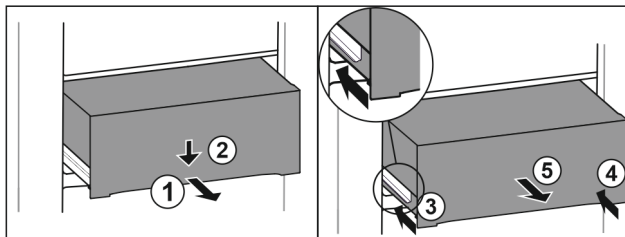

Fig. 144
- Tërhiqni jashtë sirtarin deri në gjysmë. Fig. 144 (1)
- Shtypni për poshtë sirtarin në pjesën përpara. Fig. 144 (2)
- Shtyni brenda shinën e majtë rreth 2 cm. Fig. 144 (3)
- Shtyni brenda shinën e djathtë rreth 2 cm. Fig. 144 (4)
- Hiqeni sirtarin nga përpara. Fig. 144 (5)